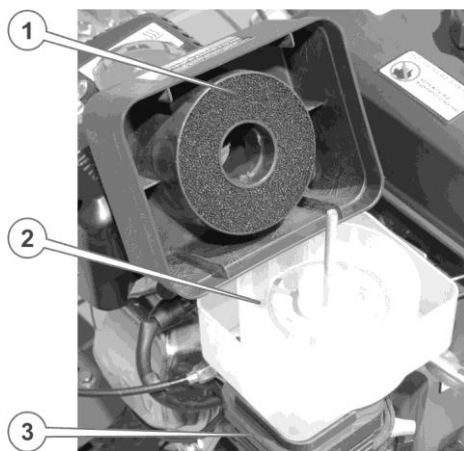

Рисунок 6.1. Повітряний фільтр
2. Дістати поролоновий фільтрувальний елемент з піддона (див. рисунок 6.1.), промити його в розчині мийного засобу (можна використовувати бензинове паливо або, у разі особливо сильного забруднення, гас), віджати і ретельно висушити. Якщо фільтрувальний елемент надмірно забруднений або пошкоджений – замінити його.
4. Установити піддон на місце, налити в нього 50-70 г моторного мастила (до позначки рівня на корпусі масляної ванни, див. рисунок 6.1.), рівномірно розподіливши його по секціях піддону.